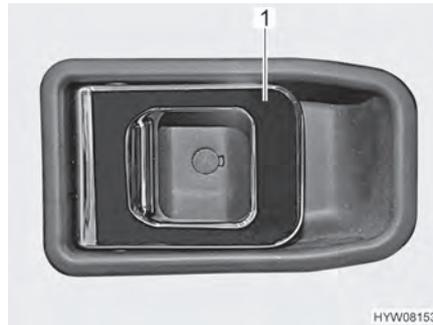

Fig. 33 Cerradura de la puerta (puerta del conductor interior)
- Tirar del tirador (Fig. 33,1). Se desbloqueará o bien abrirá la cerradura de la puerta.
- Presionar el tirador (Fig. 33,1). La cerradura de la puerta está bloqueada.